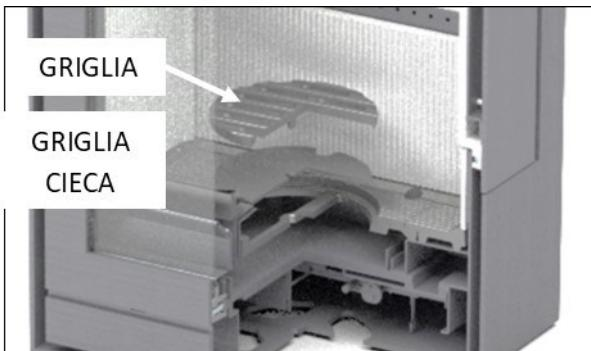

Fig. 14
**IMPORTANTE:** nel caso di cattivo tiraggio o di fumo, è consigliato lasciare aperto un po' d'aria al fine di permettere al vostro apparecchio di arrivare al regime normale di funzionamento. A seconda del modello, la tua stufa potrebbe avere una griglia cieca che si trova sotto la griglia (Fig. 14). Nel caso di cattivo tiraggio o utilizzo con carbone, rimuovere la griglia cieca. A seconda del modello, la tua stufa potrebbe avere una piastra di tiraggio (fig. 15) necessaria per ottenere i risultati accreditati dal laboratorio ufficiale che ha testato questo prodotto. Per rimuovere la piastra di tiraggio è necessario prima di rimuovere le parti del rivestimento interno. Rimuovere la piastra di tiraggio sollevandola e ruotandola di 90 gradi, quindi rimontare le parti interne. Consultare il paragrafo "Installazione del rivestimento interno".
Si consiglia di svuotare il cassetto cenere quando l'apparecchio non è in funzione. Per rimuovere la cenere, farla cadere dal focolare nel cassetto cenere attraverso l'attizzatoio in dotazione, muovendo la griglia oscillante. Se la stufa ha una griglia cieca, deve essere rimossa prima di pulire la cenere (Fig.14).